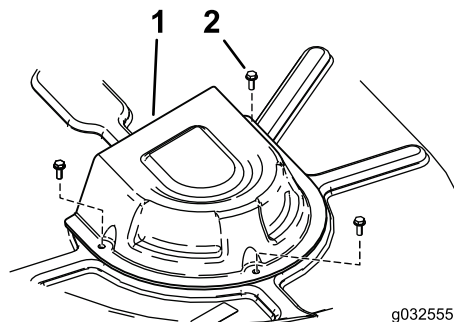

Figure 60
- Déposez les couvercles de poulie (Figure 60).
8. Reposez les couvercles de poulie (Figure 60).